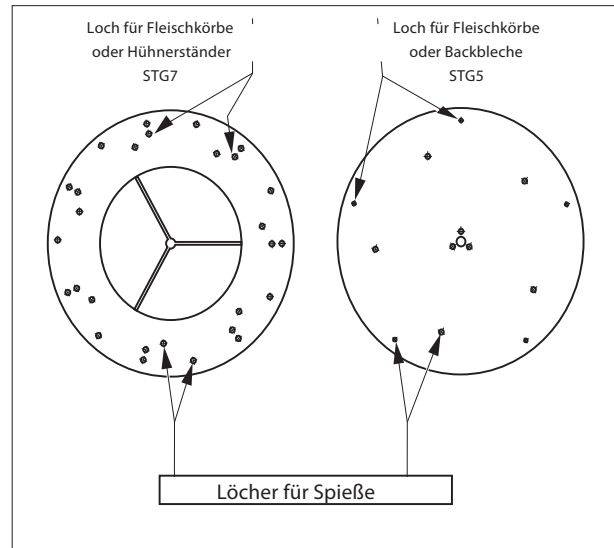

Abbildung 2.2
- ☒ Stecken Sie die Spieße in die Rotorscheiben (siehe Abbildung 2.2).